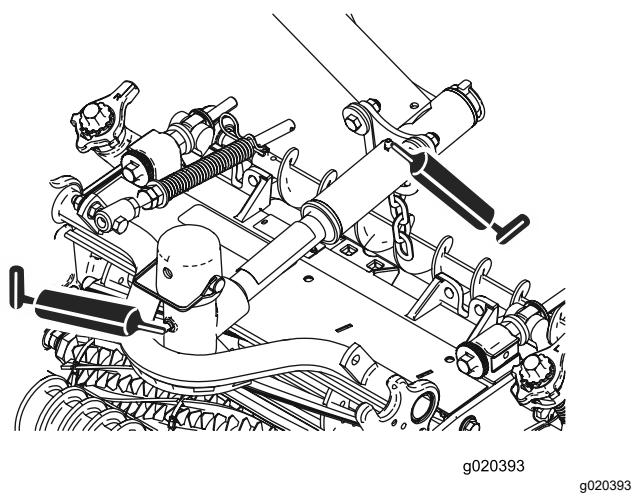

Figura 48
- Perni dell'apparato di taglio (2 cad.); fate riferimento alla Figura 48.